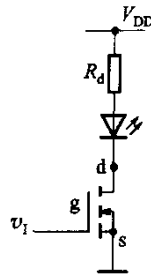

图 1
5. NMOS 构成的开关电路如图 1 所示, 其参数为 $K_n = 4 \text{ mS}$, $V_T = 0.8 \text{ V}$ 。该电路用于使发光二极管导通或截止。二极管的正向压降为 $V_F \approx 1.5 \text{ V}$ 。如果输入 $v_i = 5 \text{ V}$ 时二极管导通电流为 12 mA , 试确定此时 R_d 及 v_{DS} 的数值。